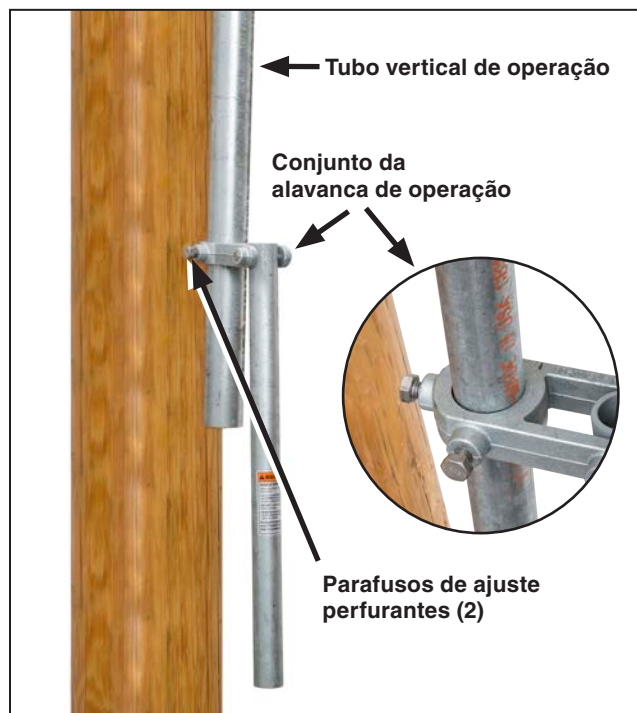

Figura 21. Instalação do conjunto da alavanca de operação.
PASSO 17. Afrouxe os parafusos de ajuste perfurante do garfo da alavanca e deslize para cima o conjunto do tubo até que a posição indicada no diagrama de montagem seja obtida. O tubo de operação deve ter entre 3 e 8 polegadas (8 a 20 cm) para baixo do conjunto. Ver Figura 21.
PASSO 18. Deslize o conjunto da sapata-base pela seção inferior do tubo até a posição mostrada no diagrama de montagem. Ver Figura 22. Ajuste o conjunto da alavanca de operação até que ela esteja entre 2 e 3 polegadas (5 to 8 cm) acima do conjunto da sapata-base. Aperte os parafusos de ajuste perfurante, perfurando o tubo. Continue apertando até que seja sentida uma resistência firme. Ver Figura 21. Ao mesmo tempo, use um dos parafusos para fixar uma ponta da cordoalha de aterramento (a ponta com o conector de aterramento instalado) ao conjunto da sapata-base.